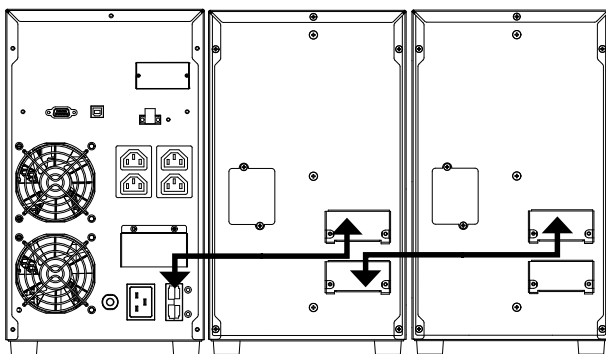

Fig. 8. Conexión con módulos de baterías.
- La conexión del módulo de baterías con el SAI se realiza mediante una manguera provista de conectores polarizados en ambos extremos y suministrada con el primero. Insertar el conector de un extremo de la manguera en el respectivo del SPS ADVANCE T y el del otro extremo al del módulo de baterías (ver Fig. 8). Del mismo modo se pueden encadenar módulos de baterías en paralelo ya que cada uno de ellos dispone de dos conectores. Todos los conectores deben fijarse a su unidad mediante los tornillos que sujetaban la tapa de protección de cada conector en el SAI o en el módulo de baterías.
- En la Fig. 8 se muestra, a modo de ejemplo, la conexión de un equipo de 3 kVA, con dos módulos de baterías. Para mayor número, operar de modo similar a los de la ilustración.